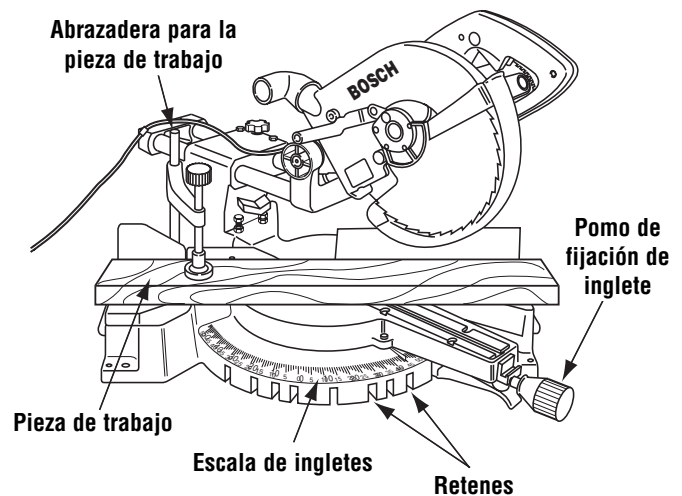

Figura 29. Corte a inglete
1. Afloje el pomo de fijación de inglete. Suba el gatillo del retén de inglete y mueva la sierra hasta el ángulo deseado usando los retenes o la escala de ingletes. Apriete el pomo de fijación de inglete (Figura 29).